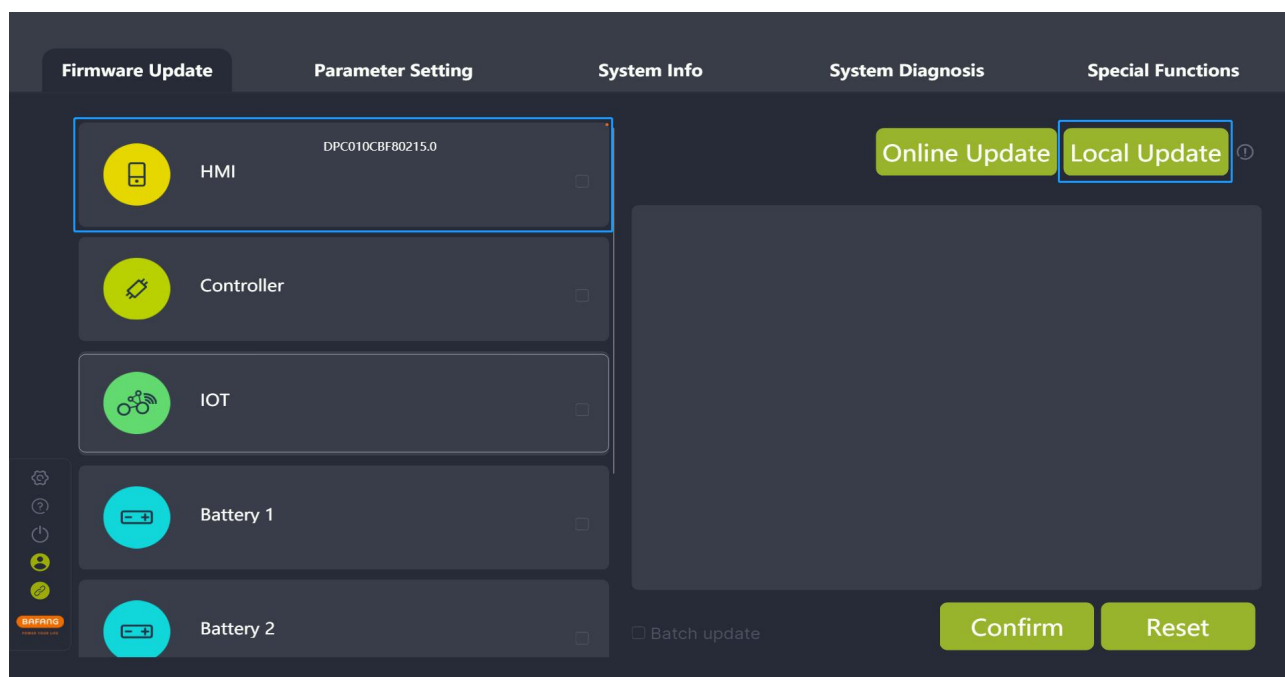

图 4-10 本地升级
- (1) 如果是本地升级，点击“本地升级”从本地选中需要升级的固件（如图 4-10）；